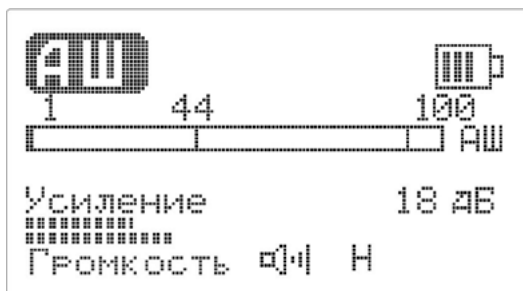

Рисунок 11 – Основной экран меню канала «АШ»
4.9. Работа акустическим методом на канале «АШ». Основной экран канала «АШ» (Рис. 11).